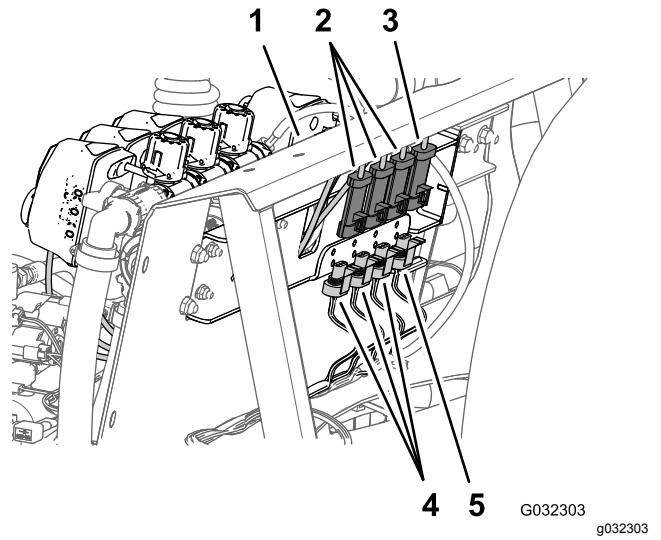

Figura 37
- Na traseira da montagem do coletor, desligue o conector de três tomadas da válvula de agitação e os conectores de três tomadas das três válvulas da secção da rampa (Figura 37).